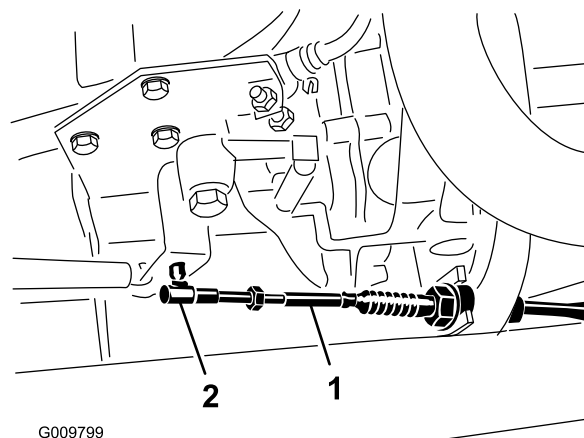
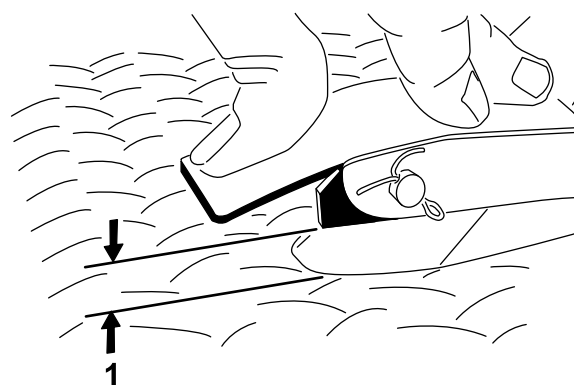

Figura 71
Figura 72
2. Regolate il giunto a sfera sul cavo dell'acceleratore (Figura 71) in modo tale che, quando si applica una forza di 11,3 kg al centro del pedale, si abbia un gioco compreso tra 2,54 e 6,35 mm tra il braccio del pedale dell'acceleratore e la superficie del pianale del veicolo (Figura 72). Serrate il dado di bloccaggio.